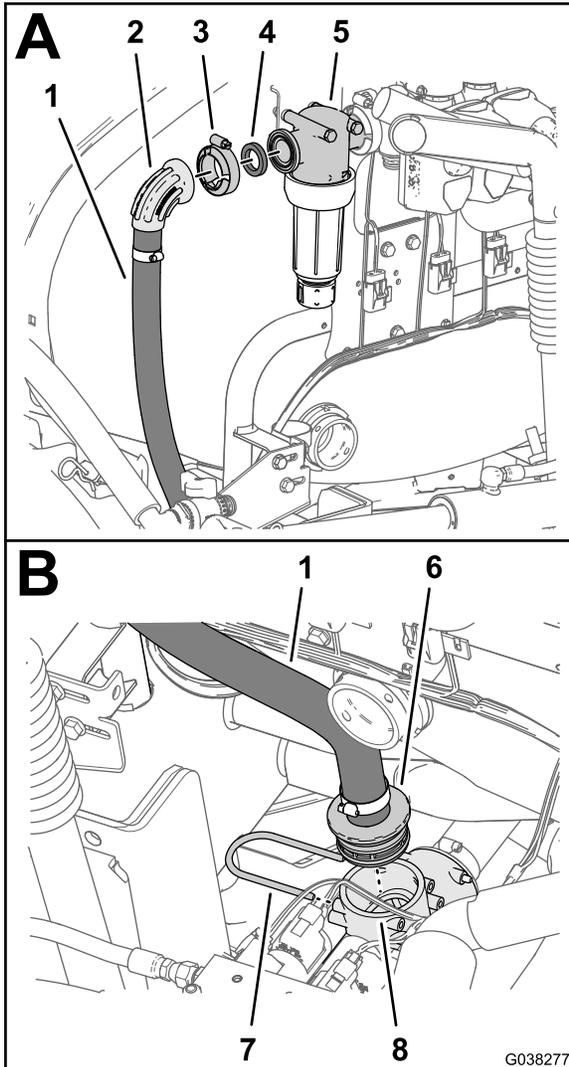

Bild 70
1. Fluchten Sie den 90°-Flanschkrümmer des Sprühzulaufschlauchs (2,5 cm x 73 cm) mit einer Dichtung (1" x 1 3/8") am Flansch des Filterkopfes aus (Bild 70).
4. Befestigen Sie das gerade, gezahnte Anschlussstück des Sprühzulaufschlauchs im T-Anschlussstück vorne links (Bild 70).
2. Befestigen Sie den Sprühzulaufschlauch und die Dichtung lose mit einer Flanschklammer (40 mm bis 64 mm) am Filterkopf (Bild 70).
7. Ziehen Sie die Flanschklammer an, mit der der 90°-Flanschkrümmer des Sprühzulaufschlauchs am Filterkopf befestigt ist (Bild 70).